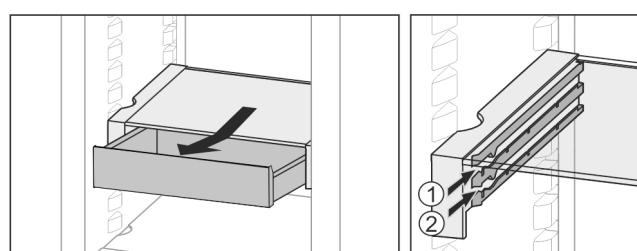

Fig. 26
- Zasuňte ju v ľubovoľnej výške Fig. 26 (1) alebo Fig. 26 (2).